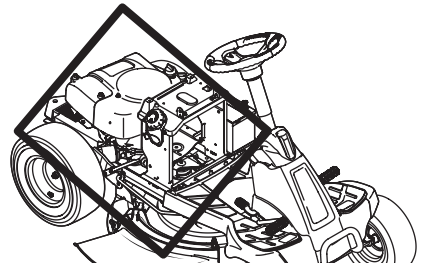

Figure 22
- Nettoyez le dessous du capot et le collecteur d'échappement, le pourtour des fusibles, le câblage électrique ainsi que les faisceaux, le tuyau et le pare-chaleur du silencieux, les grilles d'entrée d'air du moteur et les ailettes de refroidissement, entre autres (Figure 22).